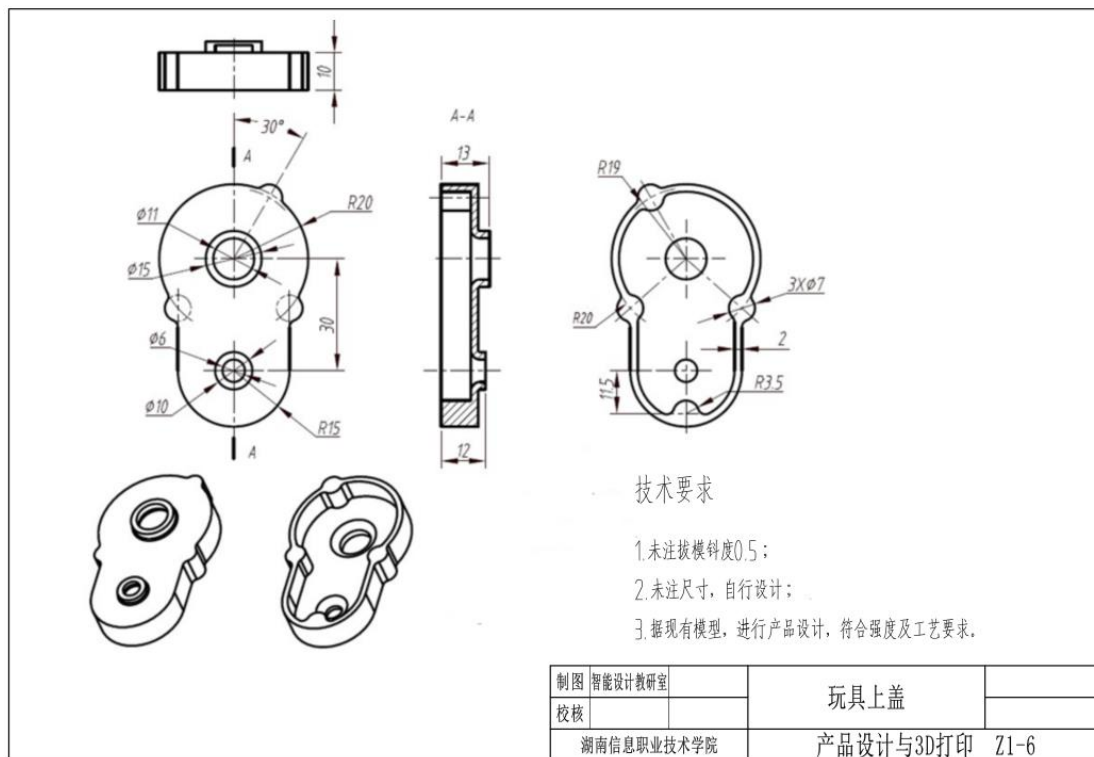

图 3-1-6 玩具上盖零件图
按照图 3-1-6 的要求,对玩具上盖零件进行产品造型、结构设计与 3D 打印。
2) 根据图 3-1-6 对产品进行造型。根据现有模型，进行产品造型设计，符合产品强度及工艺等要求。